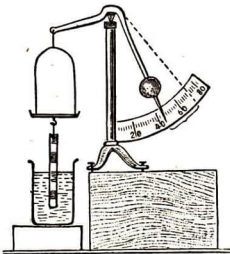

Abb. 123
**2. Archimedes** (222 v. Chr.) studierte zuerst die **Frage**, wie groß dieser Auftrieb zahlenmäßig ist. Uns lehrt es eine kleine Schülerübung (Abb. 123).